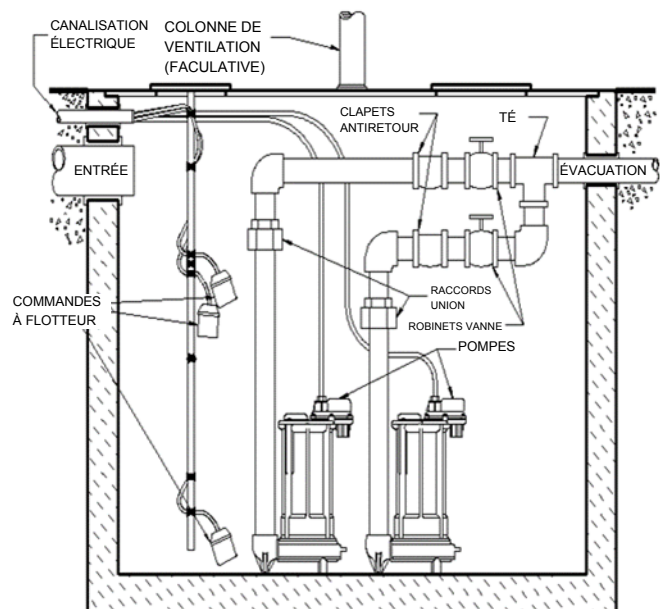

Fig. 3 – Installation type du système double
- B. **Systèmes doubles (deux pompes) (voir fig. 3) :** Placer les deux pompes au fond du bassin. La commande double utilisée comprendra 3 ou 4 flotteurs qui seront soit fixés à un tuyau d'évacuation ou encore à une tige indépendante ou à un support. Suivre les instructions fournies par le fabricant du dispositif de commande double. Le flotteur doit être en mesure de se déplacer librement sur tout son parcours, sans contact avec le corps de la pompe, la tuyauterie ou tout autre objet. Raccorder un tuyau d'évacuation différent à chaque pompe.